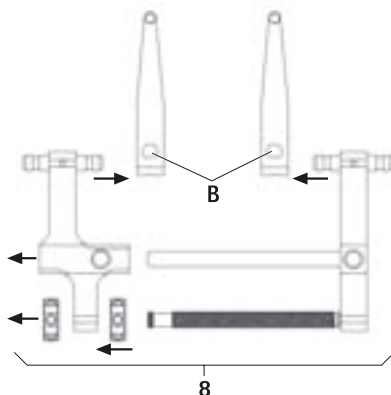

Fig. 3
- Smontare il distrattore **8** con le valve da distrazione, vedere Fig. 3: azionare il pressore **B** e rimuovere la valva da distrazione FW239R.